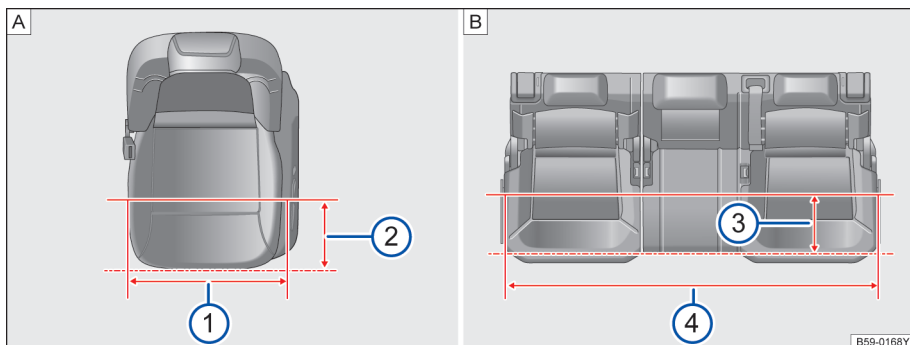

图 95 座椅座宽
如图→图 95[A]在距离前排座椅边缘 200mm 时→图 95②，前排座椅座垫宽度为 498.5mm→图 95①。
如图→图 95[B]在距离后排座椅边缘 200mm 时→图 95③，后排座椅座垫宽度为 1378.9mm→图 95④。